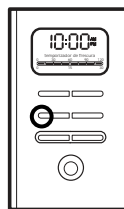
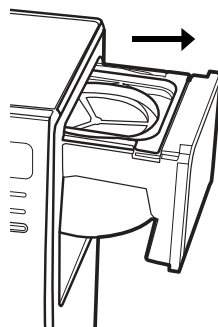

Figure 2
Figure 4
Pendant que l'affichage est au mode horloge, appuyez sur la touche réglage d'infusion différée « Programar » (figure 2) et, pendant que le voyant jaune d'infusion différée clignote, réglez l'heure de mise en marche en appuyant sur les touches des « Hora » et des minutes « Min » (figure 4). Le voyant AM ou PM s'allumera. L'heure du jour s'affichera sous quelques secondes.
1. Ouvrez le tiroir du panier-filtre (figure 4).